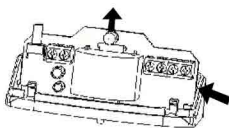

Рис. 3
2. Вставьте отвертку (с плоским шлицем) между платой и боковой стенкой основания, отожмите стенку основания и извлеките плату (рис.3).